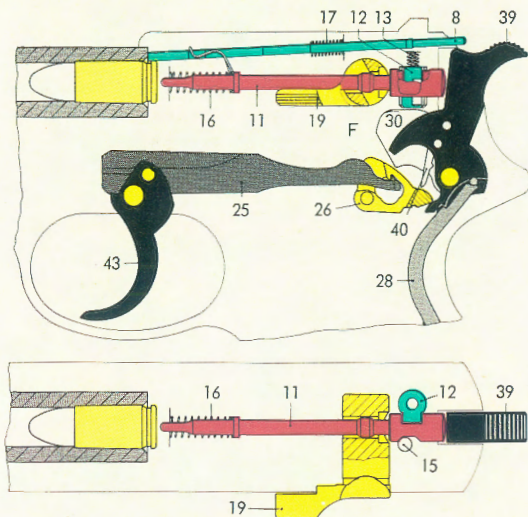

Abb. 3
Die Pistole ist feuerbereit. Eine Patrone befindet sich im Lauf. Sicherung (19) steht auf feuerfrei. Pistole ist trotzdem entspannt. Abb. 3.
Der Signalstift (8) ist fühl- und sichtbar. Er zeigt an, daß sich eine Patrone im Lauf befindet. (Abb. 3)